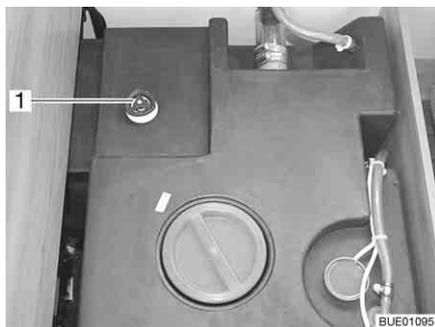
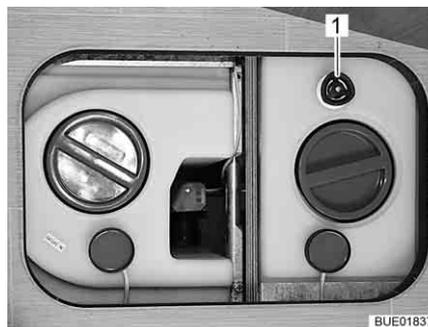

Bild 233 Wassertank mit Drehgriff (Viseo)
Bild 234 Wassertank mit Drehgriff (Elegance)
- Auf dem Wassertank den Drehgriff (Bild 233,1 bzw. Bild 234,1) entgegen dem Uhrzeigersinn über den Widerstand hinaus bis zum Anschlag drehen, um die Ablauföffnung vollständig zu öffnen.